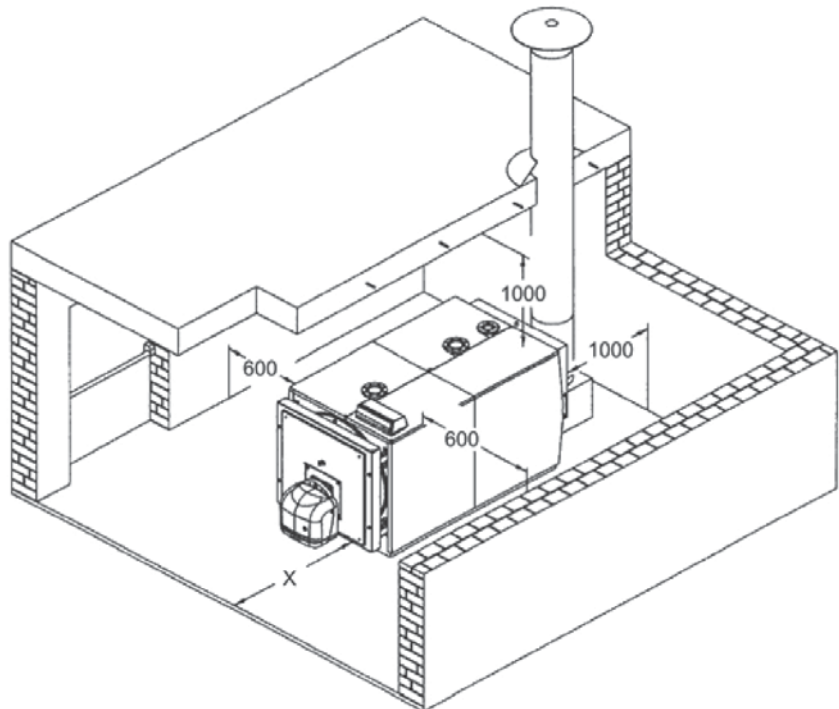

fig. 6
5.3 Local de instalación (Fig. 6)